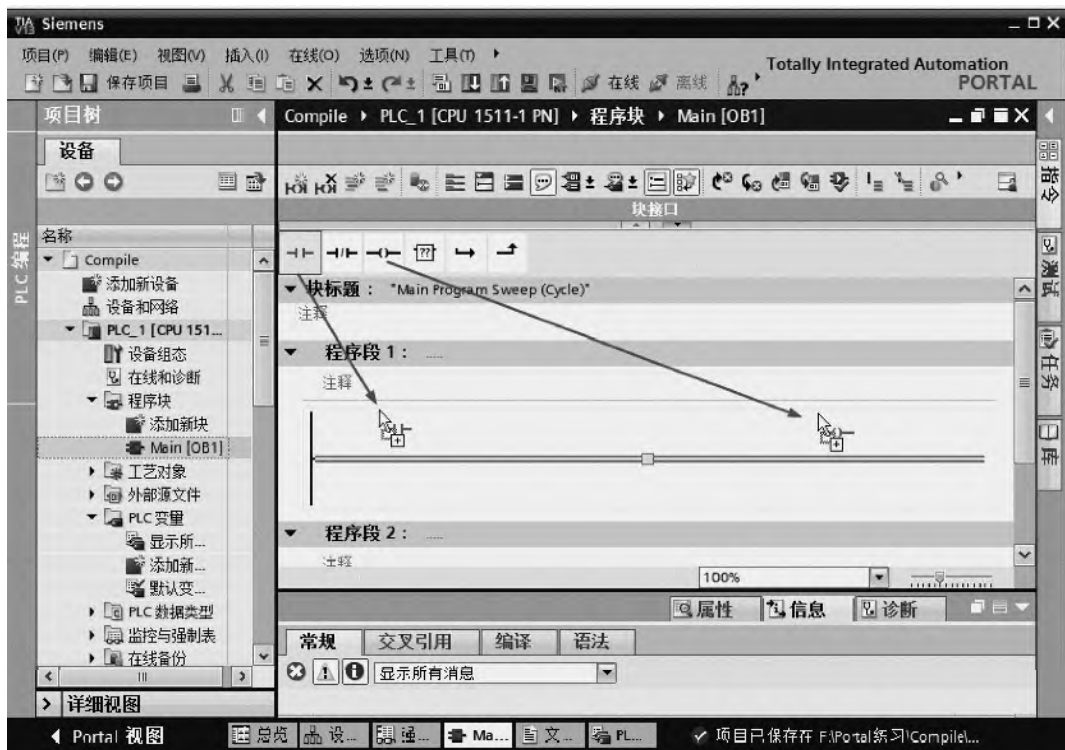
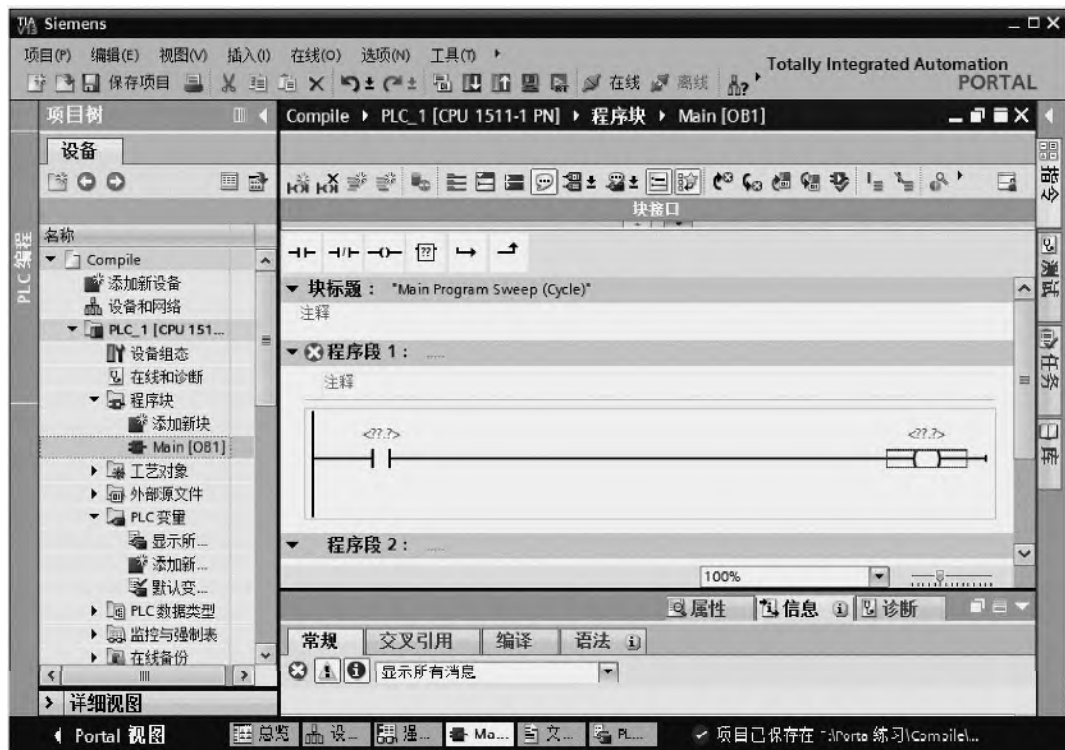

图 3-72 输入程序 (1)
图 3-73 输入程序 (2)
② 打开主程序块 OB1，并输入主程序。如图 3-71 所示，双击 Main[OB1]，打开主程序。如图 3-72 所示，先用鼠标的左键选中常开触点“**IF**”，并按住不放，沿着箭头方向拖动，直到出现加号“+”，释放鼠标。再用同样的方法，用鼠标的左键选中线圈“**Q**”，并按住不放，沿着箭头方向拖动，直到出现加号“+”，释放鼠标，如图 3-73 所示。